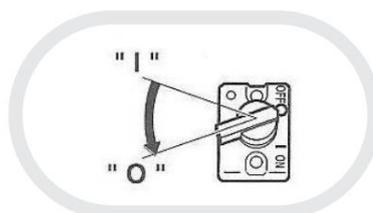

Fig.9
- Mettre le levier de vitesse en position bas régime (L) et laissez tourner le moteur à bas régime pendant 1 à 2 minutes ;
- Tournez l'interrupteur vers la position "O" ; (fig.9)